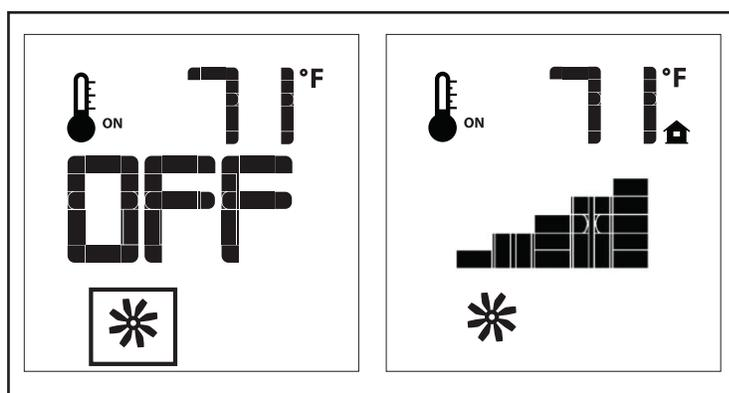

Figure 14 : Contrôle du ventilateur
Le poêle Berkeley est livré avec un ventilateur de convection qui peut être contrôlé avec l'émetteur. La vitesse du ventilateur peut être réglée à travers six (6) vitesses. Pour contrôler le ventilateur appuyez sur la touche Mode (Figure 5) à l'index de l'icône de commande du ventilateur (Figure 14). Utilisez les touches fléchées HAUT/BAS pour activer, désactiver ou régler la vitesse du ventilateur (Figure 14). Un bip unique de la IFC confirmera la commande a été reçue